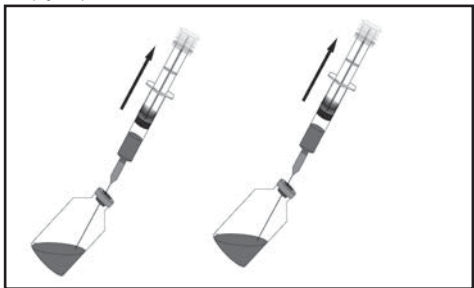

Figure 8.
- 2.1 Aspirer le médicament à l'aide 2 seringues de 60 ml, avec 37,5 ml de médicament dans chaque seringue (75 mg au total). Laisser une bulle d'air (maximum 1 ml) chaque seringue de chargement pour mieux mélanger. (Figure 8)